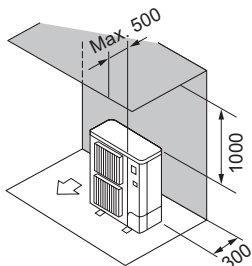

Fig. 2-7
- ② Csak hátul és főt vannak akadályok (Fig. 2-7)